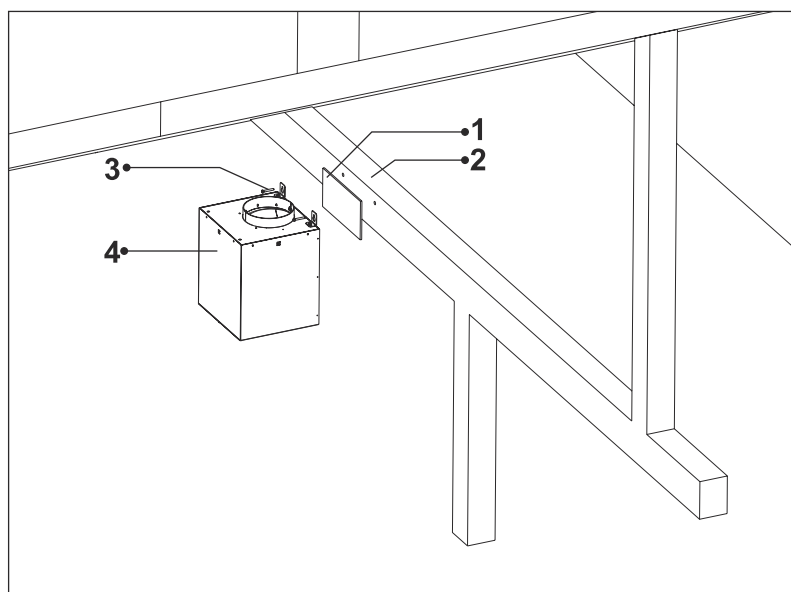

Fig. 11
7. ➡ Montera den externa takmotorn på spärren/läkten med 2 x 5,5x60mm skruvar (Fig. 11).